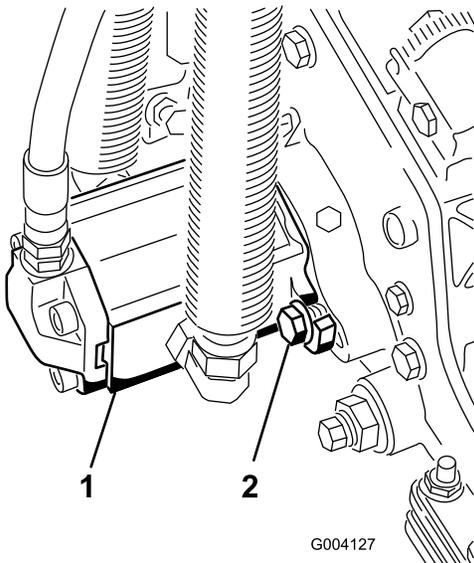

图14
16. 以顺时针旋转的方式插入马达，以使马达法兰与螺栓保持一定空隙（图14）。逆时针旋转马达，直至法兰环绕住螺栓，然后拧紧螺栓。